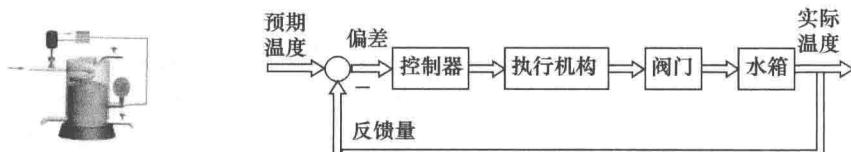

图 1-3 水温自动控制系统
(1) 水温自动控制系统：通过电机调节阀门的开度，从而调节蒸汽流入，控制水的温度，从而实现没有人直接参与的自动水温控制，如图 1-3 所示。